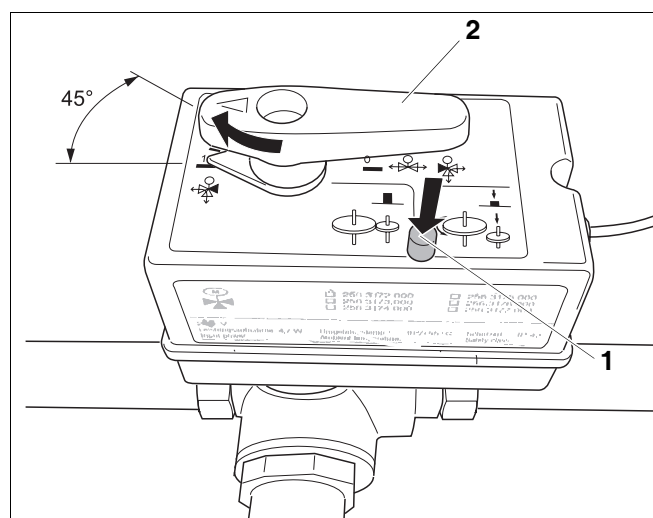

Fig. 54 Driewegklep in de middenstand zetten
- Indien een warmwatervoorziening aanwezig is, haal dan de driewegklep uit de middenstand (→ fig. 54).